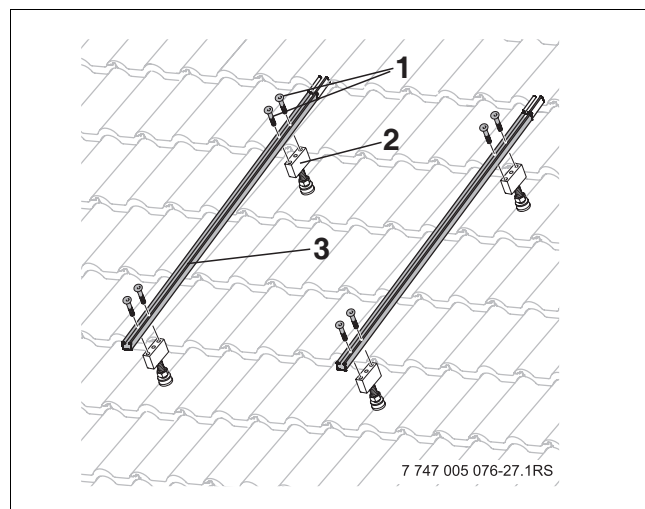

Fig. 40 Fijar el perfil del captador al caballete de soporte
- Fijar los perfiles del captador (Fig. 40, (3)) en el caballete de soporte (1), con dos tornillos cada uno (1), empezando por el agujero alargado inferior.